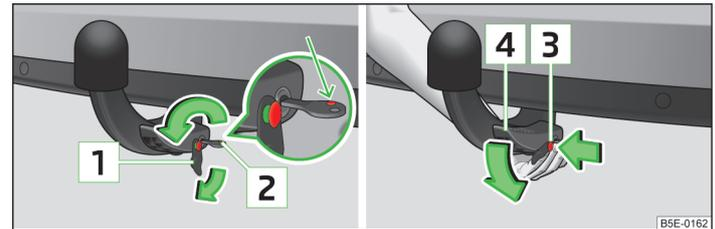

Abb. 156 Bedienungshebel der Kugelstange entriegeln / Kugelstange lösen
- Die Kappe **1** » Abb. 156 vom Schloss der Kugelstange in Pfeilrichtung abziehen.